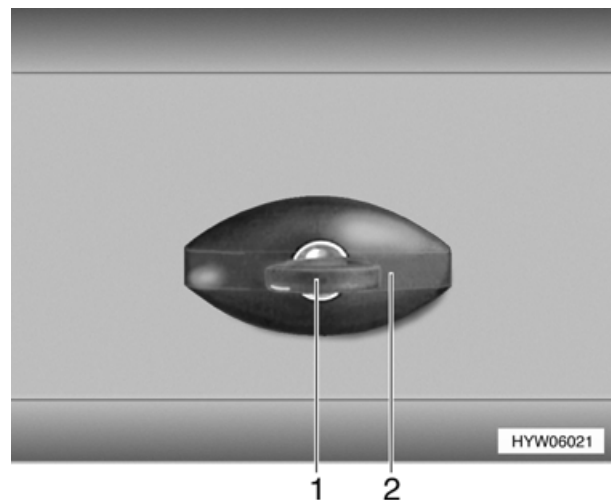

Bild 22 Klappenschloss (Variante 1), verschlossen
- ▷ Bei Regen kann Wasser in das geöffnete Klappenschloss eindringen. Deshalb den Schlossgriff (Bild 22,2) wie auf Bild 22 abgebildet schließen.
- Schlüssel in Schließzylinder (Bild 22,1) stecken und eine viertel Umdrehung entgegen dem Uhrzeigersinn drehen. Schlossgriff (Bild 22,2) schnappt heraus.